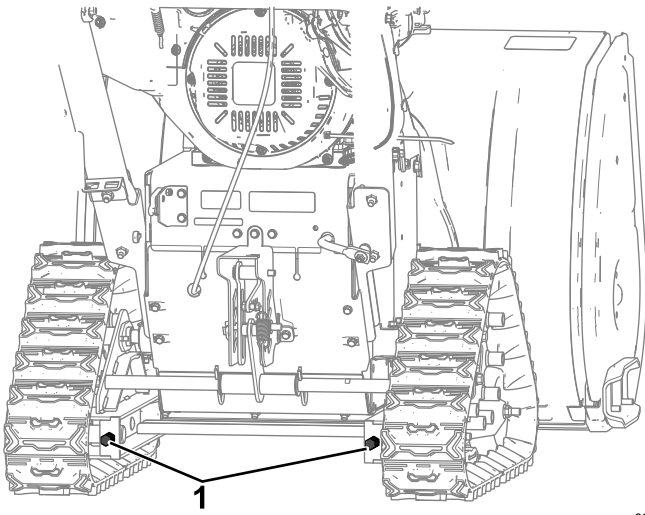

Figura 27
B. Ajuste el perno de cabeza hexagonal según sea necesario (Figura 27).